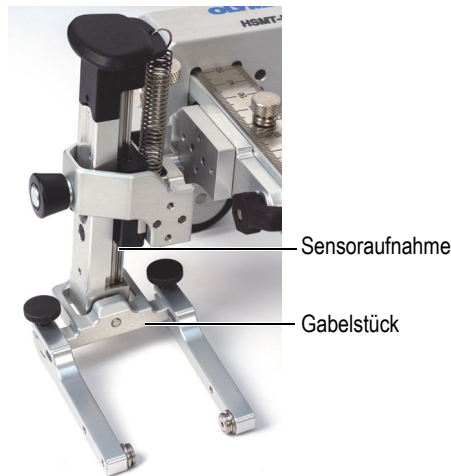

Abbildung 2-3 Gabelstück senkrecht zur Sensorhalterung
4. Installieren Sie den Scanner auf der Prüfoberfläche. Die Spanner müssen senkrecht zur Sensorhalterung sein, um eine genaue Aufzeichnung zu gewährleisten (Abbildung 2-3 auf Seite 39).